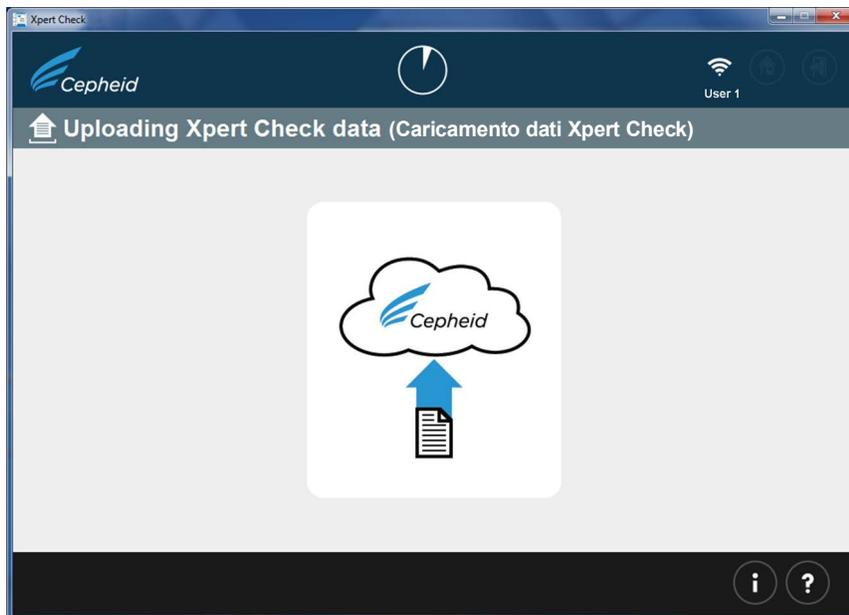
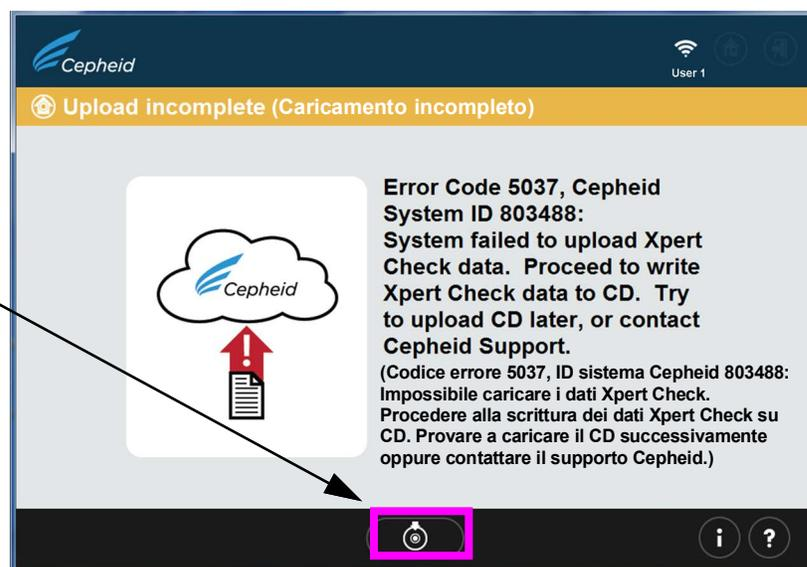

Figura 2-22. Schermata Caricamento dati Xpert Check (Uploading Xpert Check Data)
Figura 2-23. Schermata di errore Caricamento incompleto (Upload incomplete)
20. Se si dispone di una connessione a Internet attiva, dopo aver completato correttamente il test e la raccolta dati Xpert Check, toccare o fare clic sulla freccia avanti per visualizzare la schermata mostrata nella Figura 2-22. Se invece la connessione a Internet non è mai stata disponibile o si è interrotta durante il test Xpert Check, potrebbe visualizzarsi una schermata di errore relativa allo scaricamento del codice Xpert Check o una schermata di errore Caricamento incompleto (Upload Incomplete) (Figura 2-23), con istruzioni per la scrittura dei dati Xpert Check su un CD dati da inviare al provider ASP o all'ufficio locale dell'Assistenza Tecnica di Cepheid. In questo caso, seguire le istruzioni a partire dal Passaggio 4 (alla Sezione 2.3.1) di questa procedura per continuare come utente sprovvisto di connessione a Internet.
Se questo test viene eseguito come utente provvisto di connessione a Internet, si potrebbe visualizzare una schermata di errore che indica che la connessione si è interrotta (Figura 2-23). In tal caso, riprendere la procedura a partire dal Passaggio 4 riportato qui sotto e continuare fino al Passaggio 12.